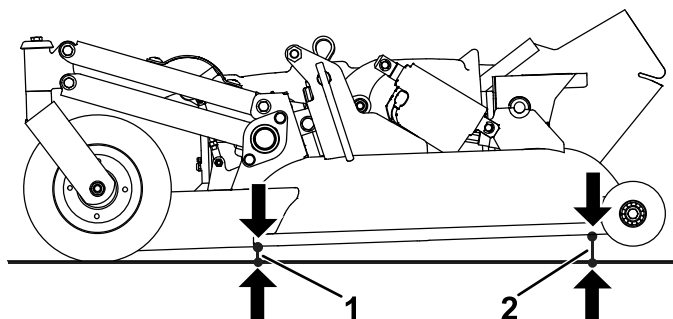

Bild 98
3. Messen Sie den Abstand zwischen dem Boden und dem ganz vordersten Punkt der Schneideinheit (**Bild 98**).
4. Messen Sie den Abstand zwischen dem Boden und dem hintersten Punkt der Schneideinheit (**Bild 98**).